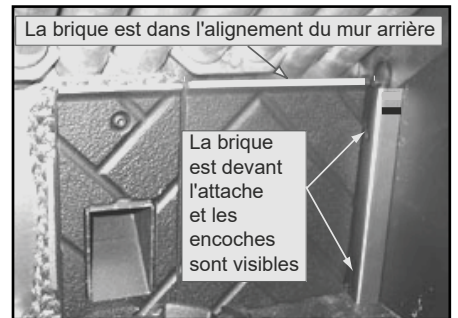
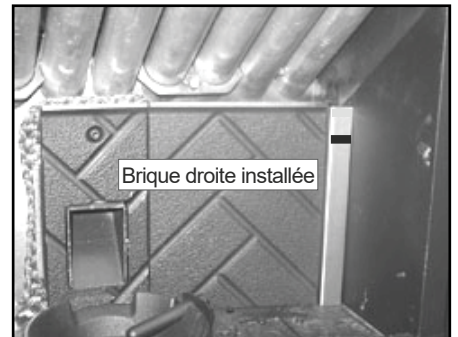

Figure 26.4
Figure 26.5
3. Réinstaller les briques dans l'ordre inverse veiller à ce que les briques sont alignés contre le mur arrière de la chambre de combustion (**Figure 26.4 et Figure 26.5**).